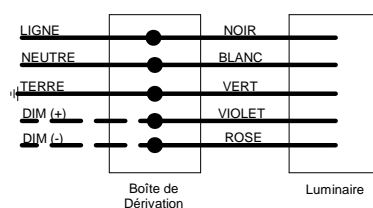
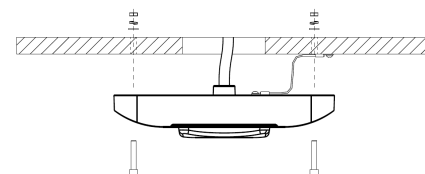

FIGURE 1
FIGURE 4
- Connectez les fils comme indiqué (Fig. 1), puis fixez le luminaire au plafond avec les vis et les rondelles comme indiqué (Fig. 4).